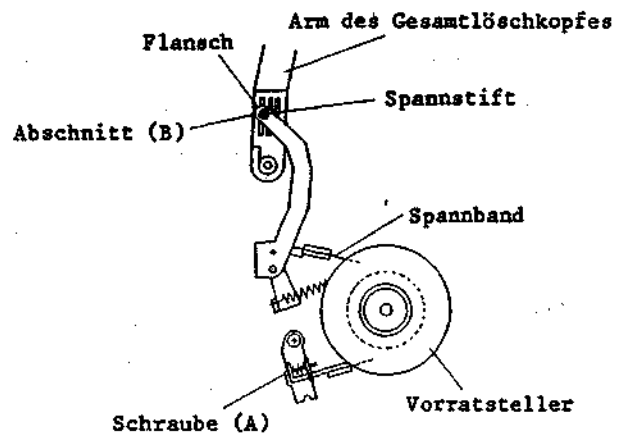

Abb. 3-7
### 6-1 Einstellung der Spannstift-Position/Spannung (Abb. 3-7)
- 2) Die Schraube (A) so einstellen, daß der Abschnitt B (auf dem Arm des Gesamtlöschkopfes) gemäß Abb. 3-7 mit dem Spannstiftflansch am Beginn des Bandes ausgerichtet ist.